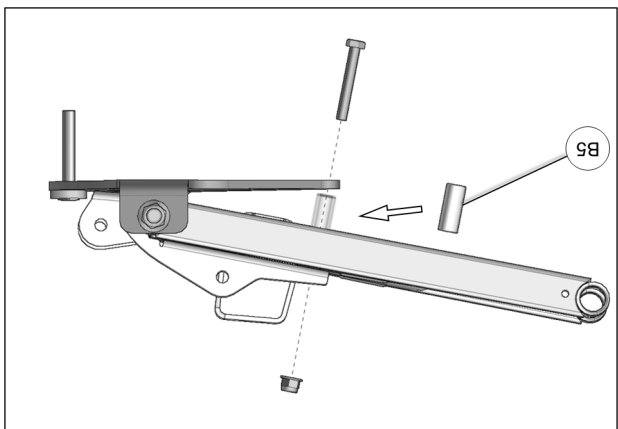

Fig. 8
7. Positionner la douille espaceur (B5) entre l'ancrage et le bras de suspension inférieur, vis-à-vis le trou de l'extrémité de l'ancrage. Voir la Fig. 8